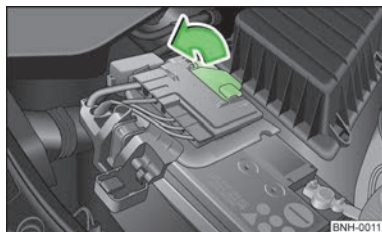

Fig. 123
- Abrir la cubierta en la dirección de la flecha » fig. 123.